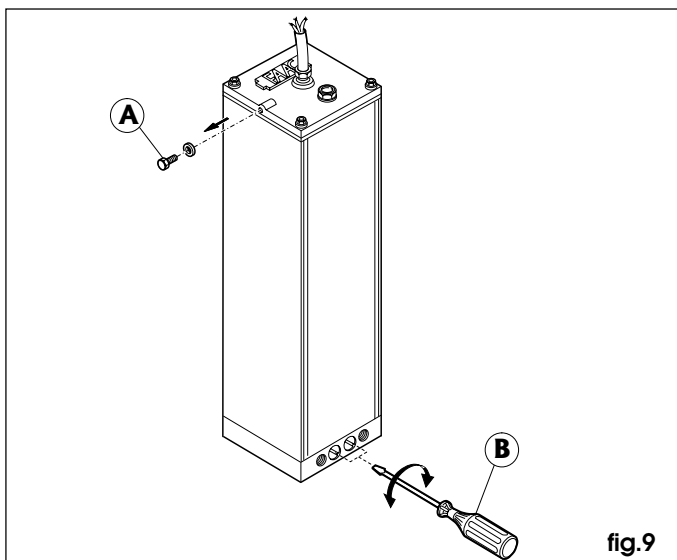

fig.9
- 4) Togliere e conservare la vite di sfiato come da fig.9 rif.A.
Per tarare il sistema oleodinamico di regolazione della forza trasmessa, agire sulle due viti by-pass (fig.9 rif.B).